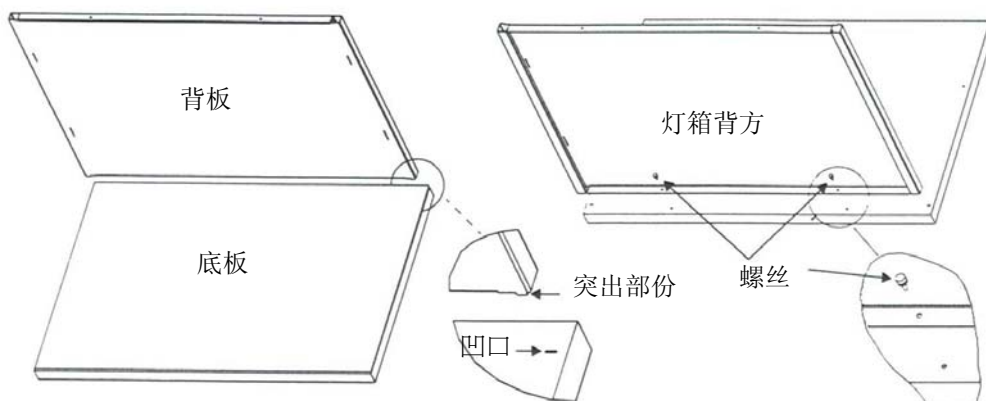

图 2. 把背板上底板
4. 把背板(#2)底部突出部份插入到底板(#1)的凹口上，再以配件内的两粒螺丝钉紧紧的锁稳两块板面。见图 2